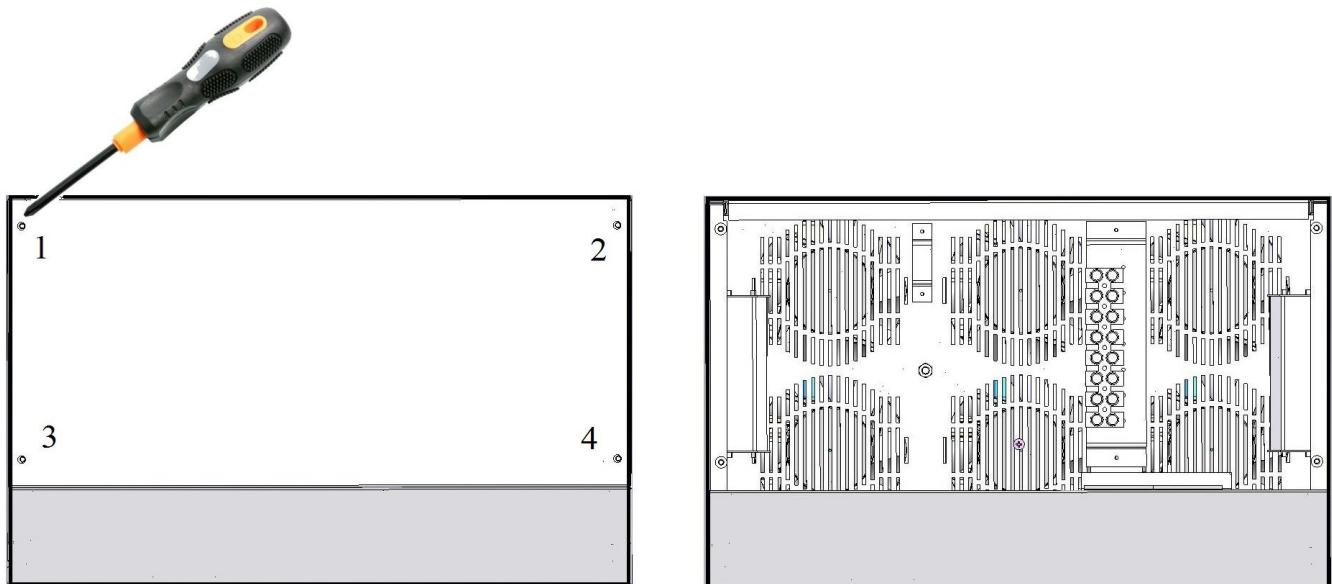
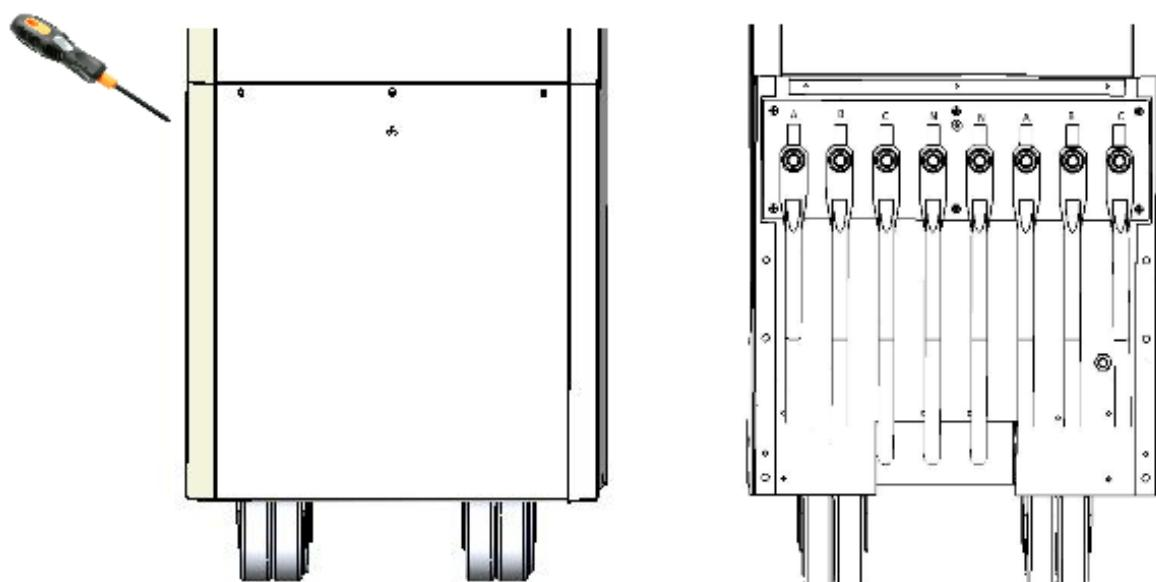

Рисунок 11. Схема зняття захисної кришки зверху корпусу стабілізатора
Рисунок 12. Схема зняття захисної кришки зверху корпусу стабілізатора
2. За допомогою викрутки відкрутити гвинти захисної кришки з верхньої частини стабілізатору Герц на 25-80А (див. рисунок 11) та нижньої частини стабілізатора Герц на 100-160А для доступу до клемної колодці (див. рисунок 12).